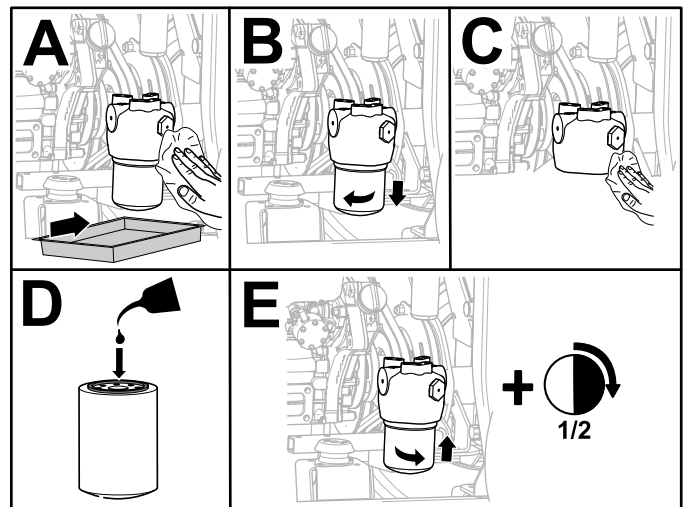

Figure 102
6. Remplacez le filtre hydraulique comme montré à la Figure 102.